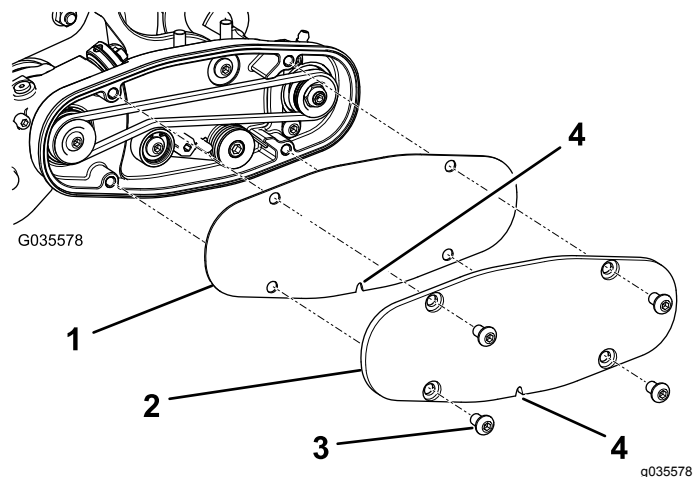

图15
- 将皮带罩与安装孔对齐并用 4 个螺栓固定皮带罩 图15。